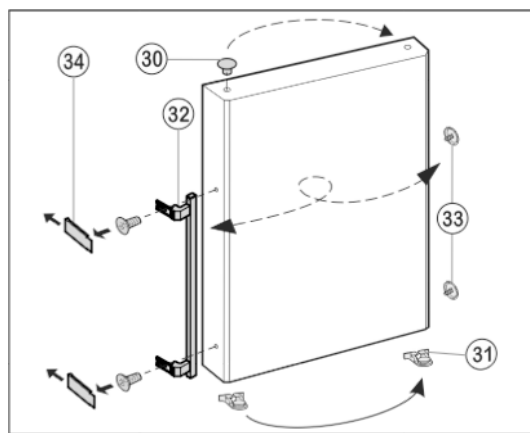

Fig. 10
- Извлеките пробку Fig. 10 (30) из опорной втулки дверцы и переставьте.
- Снимите и переставьте на противоположную сторону дверную ручку Fig. 10 (32), пробку Fig. 10 (33) и прижимные пластины* Fig. 10 (34).